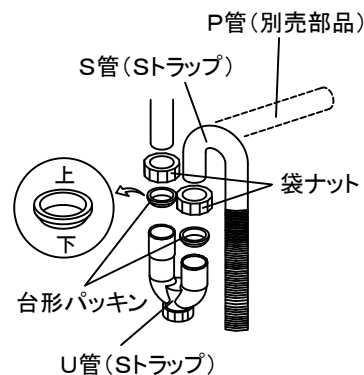

図15-7
- ②建物側の排水管にP管を差し込んだ後、P管とストラップのU管を確実に接続してください。(図15-7)
- ③P管と建物側の排水管を水漏れのないように注意して接続してください。
- ④後板点検口蓋を後板に取り付けてください。
- ⑤底板点検口蓋を底板に取り付けてください。